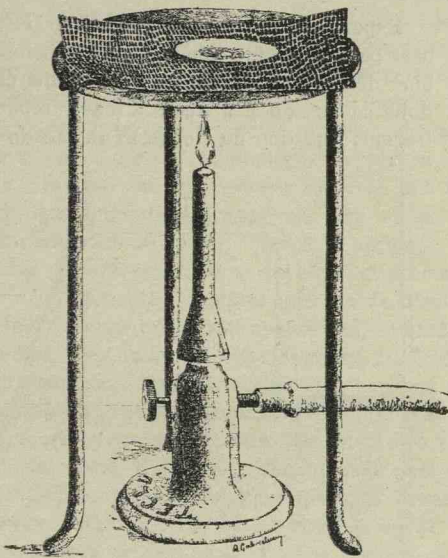

Fig. 4. Apa naturală cuprinde corpi solizi în soluțiune.
**Experiențe.** Punem câteva picături de apă de băut pe o *sticlă de ceasornic* sau chiar pe o *bucată de geam*. Așezăm totul pe o *pânză de fer* pusă pe niște *pirostrii*, fig. 4. — Așezăm dedesubt o lampă cu gaz potrivită așa în cât vârful flăcării să fie puțin mai jos de pânza de fer. După câteva minute de încălzire, apa se evaporă în întregime. Pe sticla de ceasornic sau pe bucata de geam rămân inele albe sau gălbui, mai groase sau mai subțiri, după felul apei. Aceste inele sunt formate din corpii solizi care erau dizolvați în apa evaporată.
lasă nici o rămășiță, când este evaporată pe o sticlă de ceasornic așa cum s'a arătat la fig. 4.